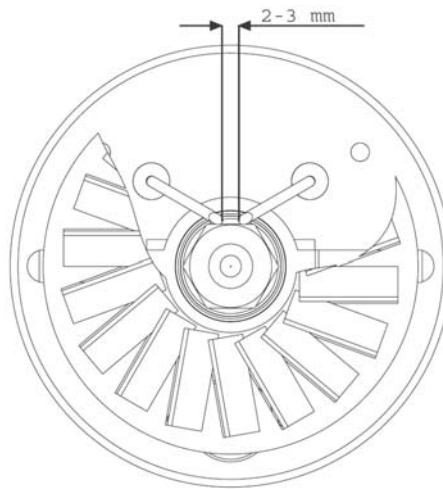

Fig .2
- Smontare il bruciatore pulendone le parti, pulire gli elettrodi e regolarne la distanza al valore indicato in Fig.2.
• Controllare la posizione degli elettrodi e la loro distanza secondo lo schema Fig. 2